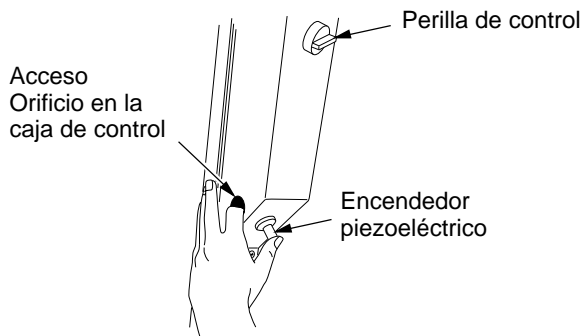

Figura 14: Ubicaciones del encendedor piezoeléctrico y de la perilla de control
- Oprima la perilla hacia adentro y oprima rápidamente el botón IGNITOR (ENCENDEDOR) (consulte la figura 14). Repita hasta que el calentador se encienda. Esto se puede hacer fácilmente, colocando el dedo índice en el orificio de acceso a la izquierda de la cubierta de control y oprimiendo el encendedor con el pulgar (consulte la figura 14).